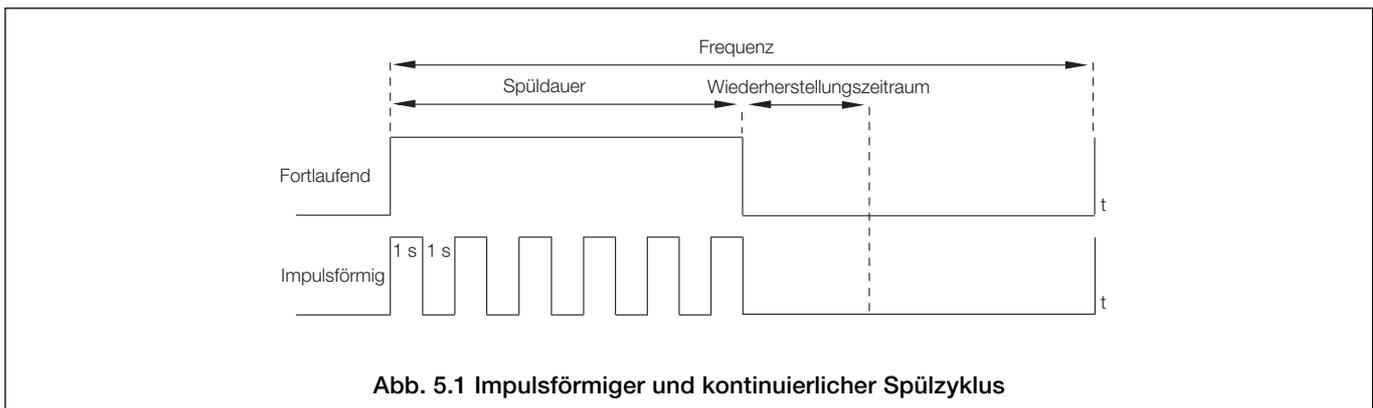

Abb. 5.1 Impulsförmiger und kontinuierlicher Spülzyklus
- Pulsed – (Impuls) das Relais wird für die Dauer des Spülvorgangs einmal pro Sekunde aktiviert und deaktiviert – siehe Abb. 5.1.